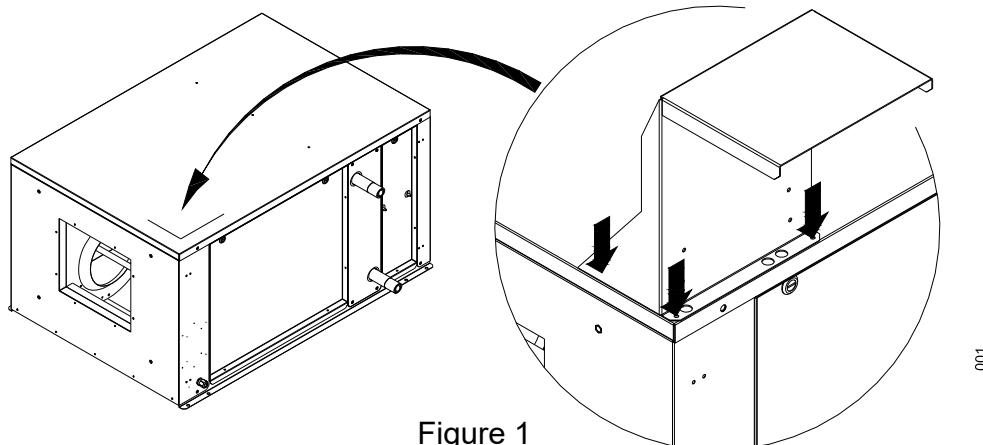

Figure 1
- . le fixer sur le caisson aux endroits prévus, à l'aide des 3 vis auto-perceuses fournies dans le sachet d'accessoires voir figure 1